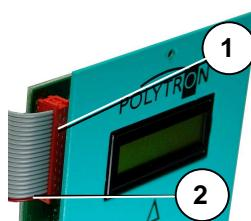

Bild 7 Verbindungskabel Kontrollboard
- 5) Datenkabel (Bild 7/1) des Kontrollboards abziehen.
- 8) Datenkabel (Bild 7/1) auf Steckerleiste des Kontrollboards aufstecken.
ACHTUNG: Datenkabel (Bild 7/1) mit der roten Ader (Bild 7/2) nach unten aufstecken.